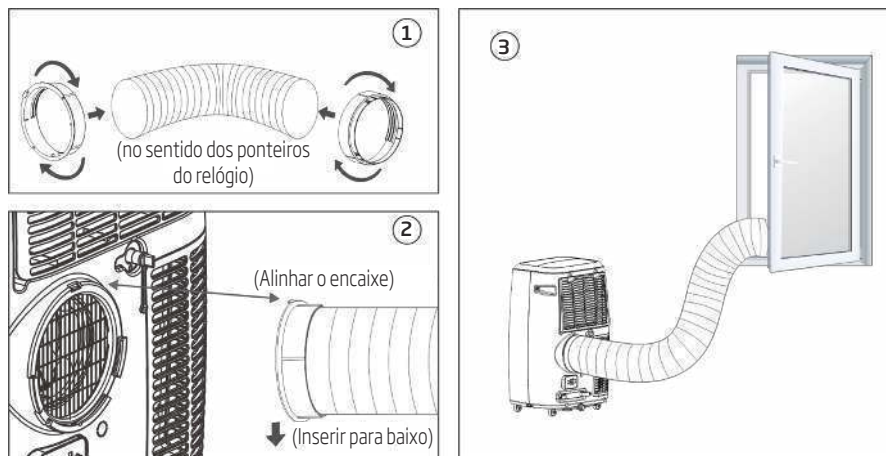

Fig. 9
2. Insira o fixador quadrado nas aberturas na parte traseira do aparelho de ar-condicionado (ver Fig. 9).